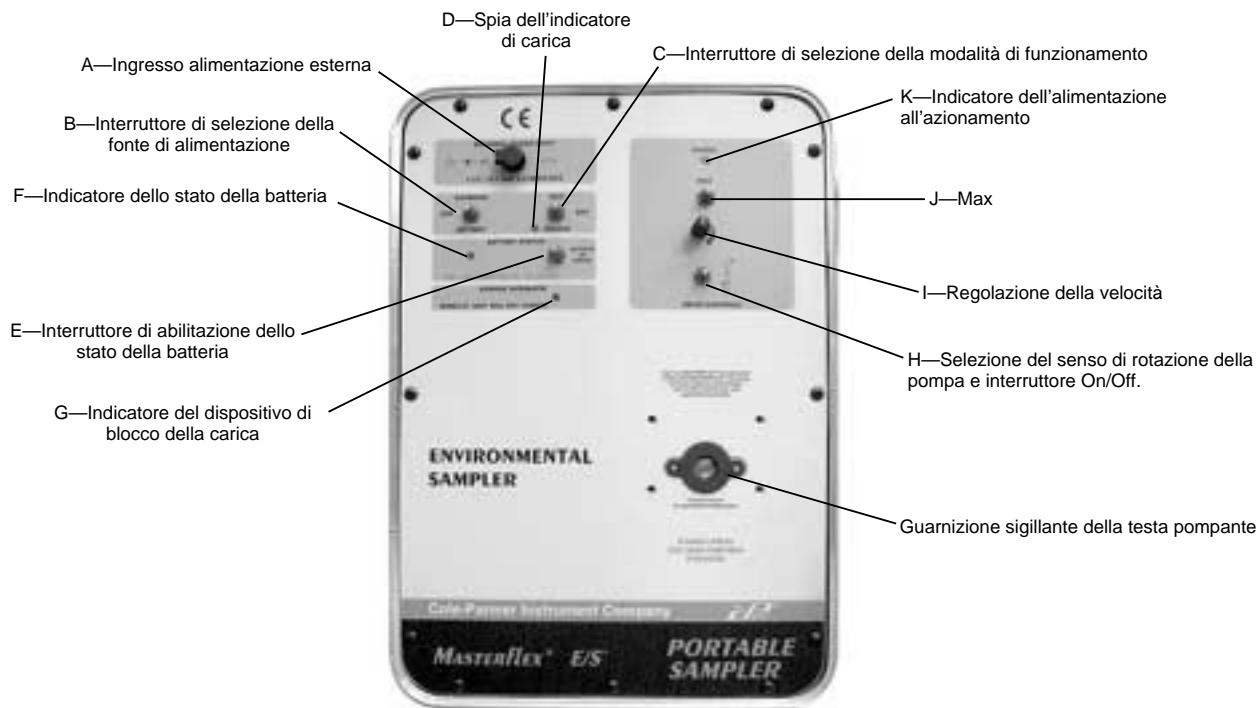

FIGURA 1 QUADRO COMANDI
- A. Collegare all'azionamento il convertitore di c.a.-c.c. in dotazione sollevando il coperchio del connettore di INGRESSO DELL'ALIMENTAZIONE ESTERNA (A) e innestando la spina coassiale da 2,5 mm nel connettore (vedi Figura 1).
- A. **Impostare l'interruttore di selezione della fonte di alimentazione (B), EXTERNAL/BATTERY (esterna/batteria), alla posizione BATTERY.**
- B. **Impostare l'interruttore di selezione della modalità di funzionamento (C), RUN/CHARGE (funzionamento/carica), alla posizione RUN.**
- C. **Selezionare l'interruttore On/Off e di selezione del senso di rotazione della pompa (H) in senso orario o antiorario (vedi Figura 1).** Prima di cambiare il senso di rotazione, disinnestare l'alimentazione, cioè impostare l'interruttore del senso di rotazione alla posizione di centro o Off.
- D. **Regolare la portata della pompa** mediante l'apposito dispositivo **regolatore** ad 1 giro (I), girando la manopola in senso orario per aumentare la portata e in senso antiorario per diminuirla.
- E. **Per adescare il tubo**, muovere l'interruttore MAX (J) verso l'alto o verso il basso per azionare la pompa alla massima velocità.
- A. **Impostare l'interruttore di selezione della fonte di alimentazione (B), EXTERNAL/BATTERY (esterna o da batteria), alla posizione BATTERY.**
- C. **Selezionare l'interruttore On/Off e di selezione del senso di rotazione della pompa (H) in senso orario o in senso antiorario (vedi Figura 1).** Prima di cambiare il senso di rotazione, disinnestare l'alimentazione, cioè impostare l'interruttore del senso di rotazione alla posizione di centro o Off.
- A. **Impostare l'interruttore di selezione della fonte di alimentazione (B), EXTERNAL/BATTERY (esterna/batteria), alla posizione EXTERNAL.**
- E. **Per adescare il tubo**, muovere l'interruttore MAX (J), verso l'alto o verso il basso per azionare la pompa alla massima velocità.
- B. Collegare il convertitore di c.a.-c.c. ad una fonte di alimentazione in corrente alternata. Impostare l'interruttore (B) di selezione della fonte di alimentazione, EXTERNAL/BATTERY (esterna/batteria) alla posizione EXTERNAL.
- C. Impostare l'interruttore di selezione della modalità di funzionamento (C), RUN/CHARGE (funzionamento/carica), alla posizione RUN.
- D. Selezionare l'interruttore On/Off e di selezione del senso di rotazione della pompa (H) in senso orario o in senso antiorario (vedi Figura 1). Prima di cambiare il senso di rotazione, disinnestare l'alimentazione, cioè impostare l'interruttore del senso di rotazione alla posizione di centro o Off.
- E. Regolare la portata della pompa mediante l'apposito dispositivo regolatore ad 1 giro (I), girando la manopola in senso orario per aumentare la portata e in senso antiorario per diminuirla.
- F. Per adescare il tubo, muovere l'interruttore MAX (J), verso l'alto o verso il basso e tenerlo in posizione per azionare la pompa alla massima velocità.
- A. Collegare il convertitore di c.a.-c.c. in dotazione sollevando il coperchio del connettore di INGRESSO DELL'ALIMENTAZIONE ESTERNA (A) e innestando la spina coassiale da 2,5 mm nel connettore (vedi Figura 1).
- C. Impostare l'interruttore di selezione della modalità di funzionamento (C), RUN/CHARGE (funzionamento/carica), alla posizione CHARGE.
- A. Collegare la fonte di alimentazione esterna sollevando il coperchio del connettore di INGRESSO DELL'ALIMENTAZIONE ESTERNA (A) e innestando la spina coassiale da 2,5 mm nel connettore (vedi Figura 1).